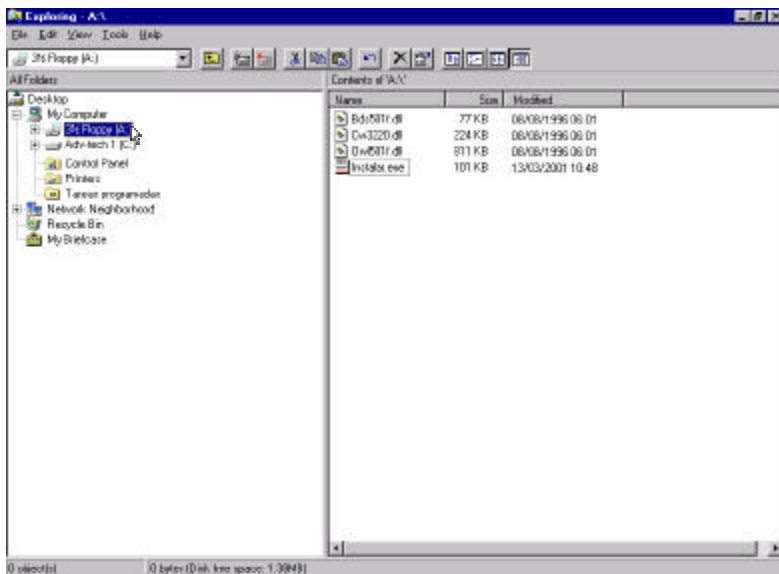

Figura 3.2. Explorador de Windows.
2. Una vez abierto el explorador, haga un click sobre la disquetera 3 ½ de la parte izquierda de la ventana (figura 3.2). Deberá aparecer, en la parte derecha, el contenido del disco de instalación (siempre y cuando éste haya sido colocado correctamente en dicha disquetera).